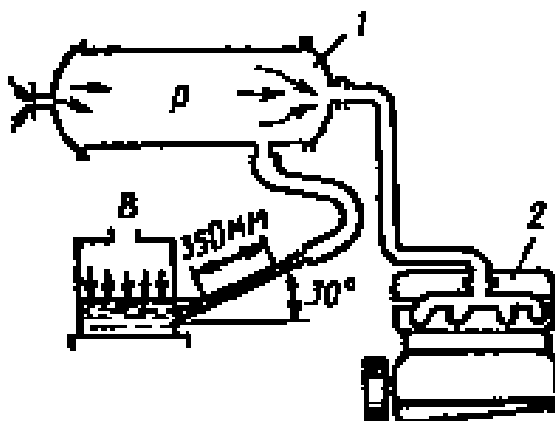

Рис. 1.3.
3. Из ресивера 1 (рис. 1.3) воздух поступает в коллектор двигателя 2. Разрежение в ресивере измеряется вакуумметром с наклонной трубкой. Угол наклона трубки к горизонтали  $\varphi = 30^\circ$ , вакуумметр заполнен водой. Определить давление  $p$  (Па) в ресивере, если показание вакуумметра  $p_{\text{вак}} = 350 \text{ мм вод. ст.}$  (разряжение), а давление окружающей среды  $B = 1000 \text{ гПа}$ .